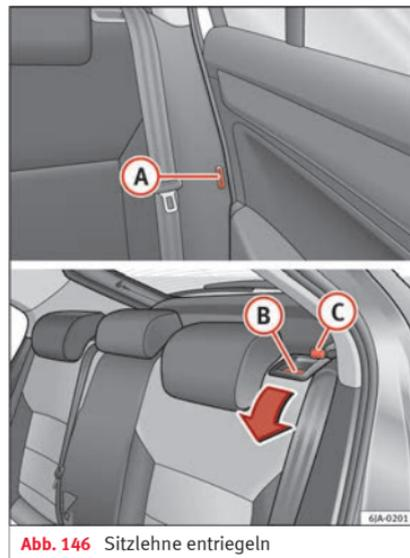

Abb. 146 Sitzlehne entriegeln
- Führen Sie die Schloßzunge des Sicherheitsgurts in die Öffnung **(A)** » Abb. 146 auf der jeweiligen Fahrzeugseite ein – Sicherheitsposition.